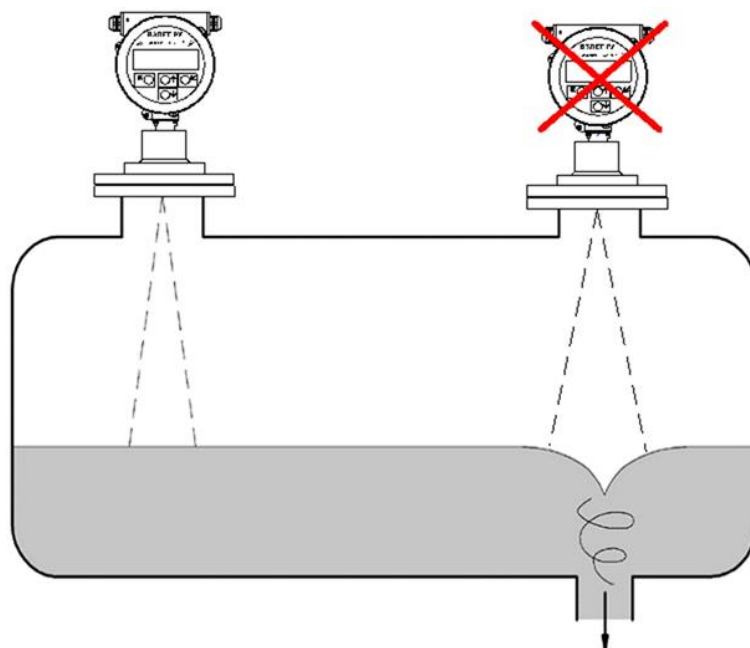

Рис.4. Установка прибора на резервуар с выгрузкой продукта.
3.1.3.3. При выгрузке продукта из резервуара, на поверхности продукта может образоваться воронка. Это надо учитывать при выборе места размещения прибора. Прибор необходимо устанавливать над местом с самой гладкой поверхностью продукта (рис.4).